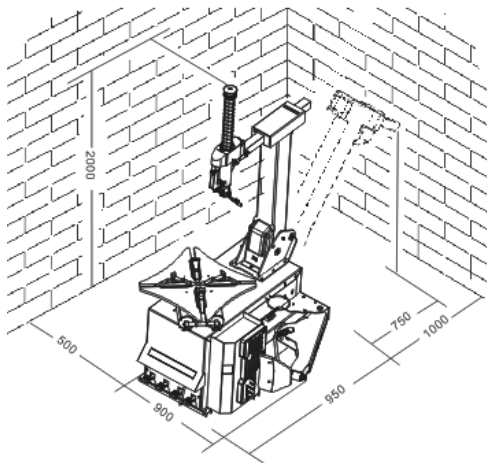

Fig. 2
- Om een veilige en ergonomisch verantwoorde opstelling van de machine te verkrijgen wordt geadviseerd om een afstand van minimaal 50 cm aan te houden t.o.v. omringende wanden (fig. 2 en 3). Tevens kunnen op deze manier alle onderdelen van de machine onbelemmerd bewegen.